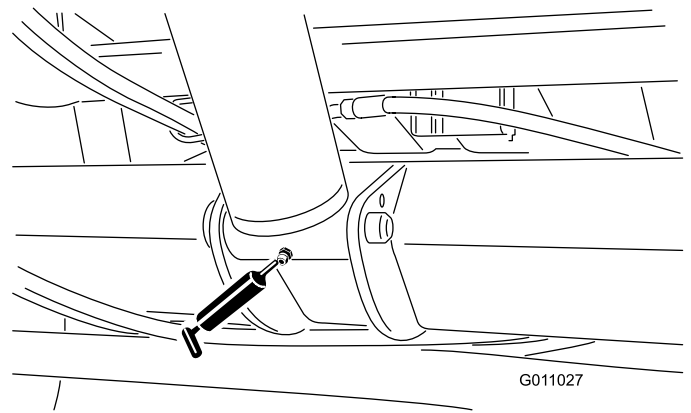

Figura 34
- Cilindro di sollevamento (2) (Figura 34).